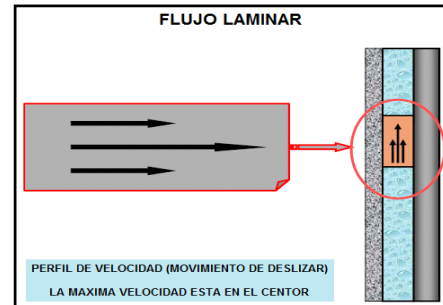

Figura B-2. Flujo laminar.
**Flujo laminar.** El flujo laminar tiene lugar entre bajas y moderadas velocidades de corte en que las capas de fluido pasan unas junto a otras en forma ordenada. Este movimiento es paralelo a las paredes del agujero a través del cual fluye y la fricción generada entre el fluido y las paredes es baja, figura B-2.